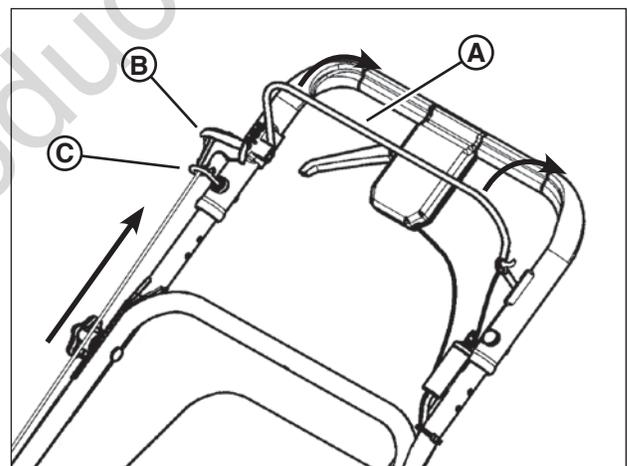

Figure 3: Poignée de corde de lancement
1. Serrer la commande de lame (A, Figure 3) contre la poignée.
2. Tirer la poignée de la corde de lancement (B) hors du moteur et la installer dans le guide de corde (C). Accrocher la corde de lancement dans le guide de corde (il se peut que l'ajustement soit très juste).